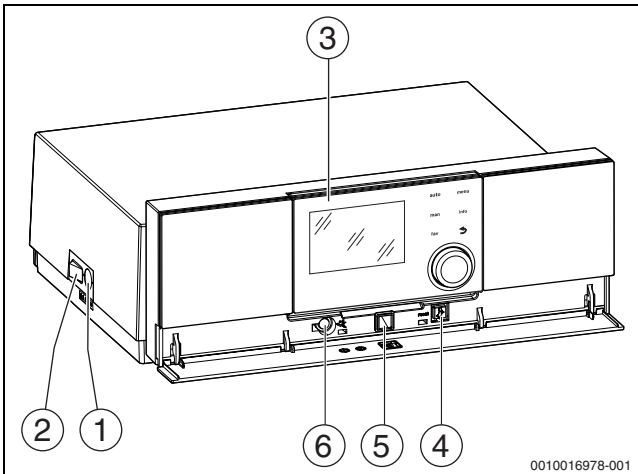
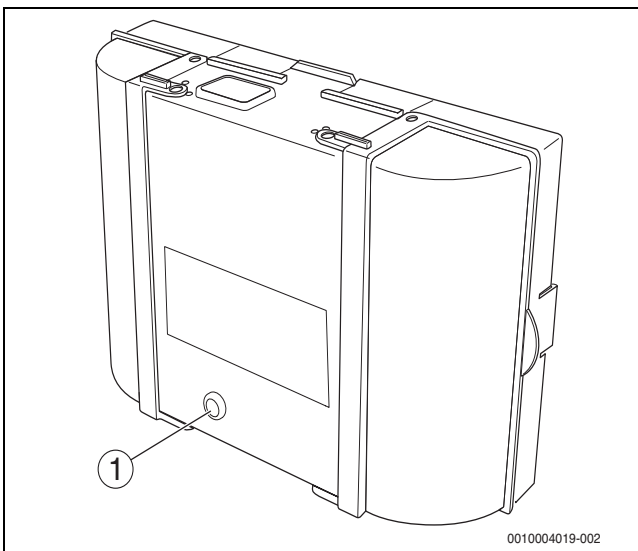

Рис. 21 Система управления с пультом управления
Рис. 22 Кнопка reset на автомате горения
- ▶ Для деблокировки горелки нажмите кнопку reset в системе управления (→рис. 21) или на автомате горения (→рис. 22).
- ▶ Включите отопительную систему с помощью главного выключателя (→рис. 21).